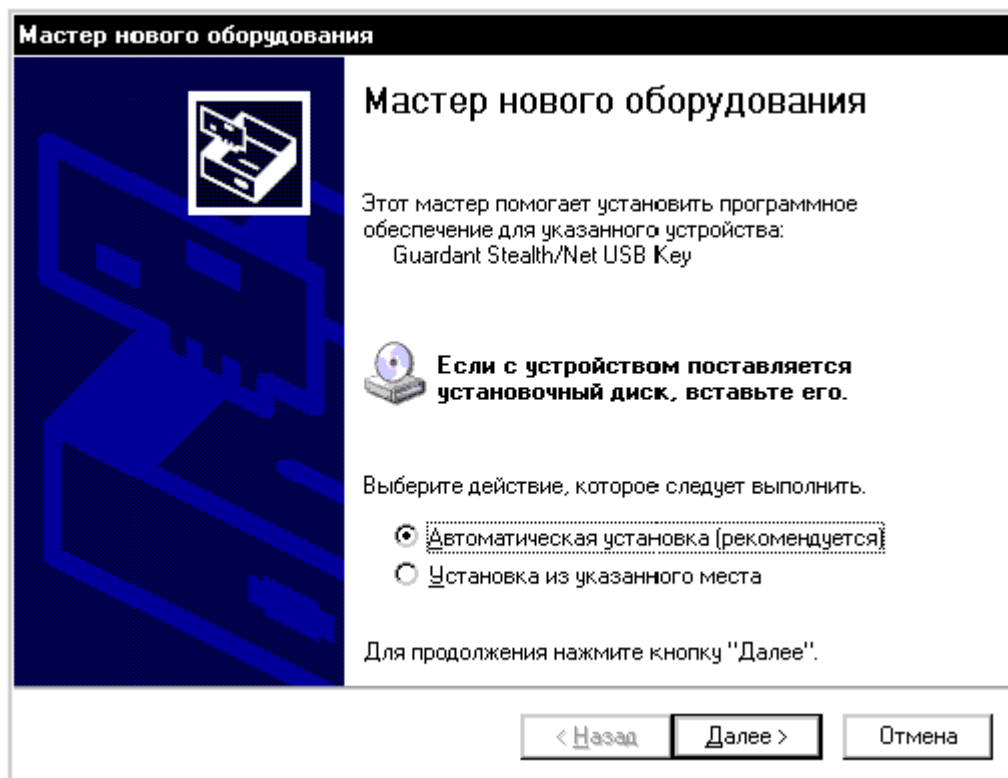

Рис. 1.12. – Оборудование известно операционной системе. Следует выбрать Автоматическую установку и нажать кнопку «Далее».
3. После присоединения ключа к порту снова запустится стандартный Мастер нового оборудования. На этот раз операционная система будет осведомлена о данном классе оборудования, что подтвердится наличием в консоли Мастера названия ключа Guardant Stealth/Net USB Key (Рис. 1.12). Следует выбрать Автоматическую установку и нажать кнопку «Далее».